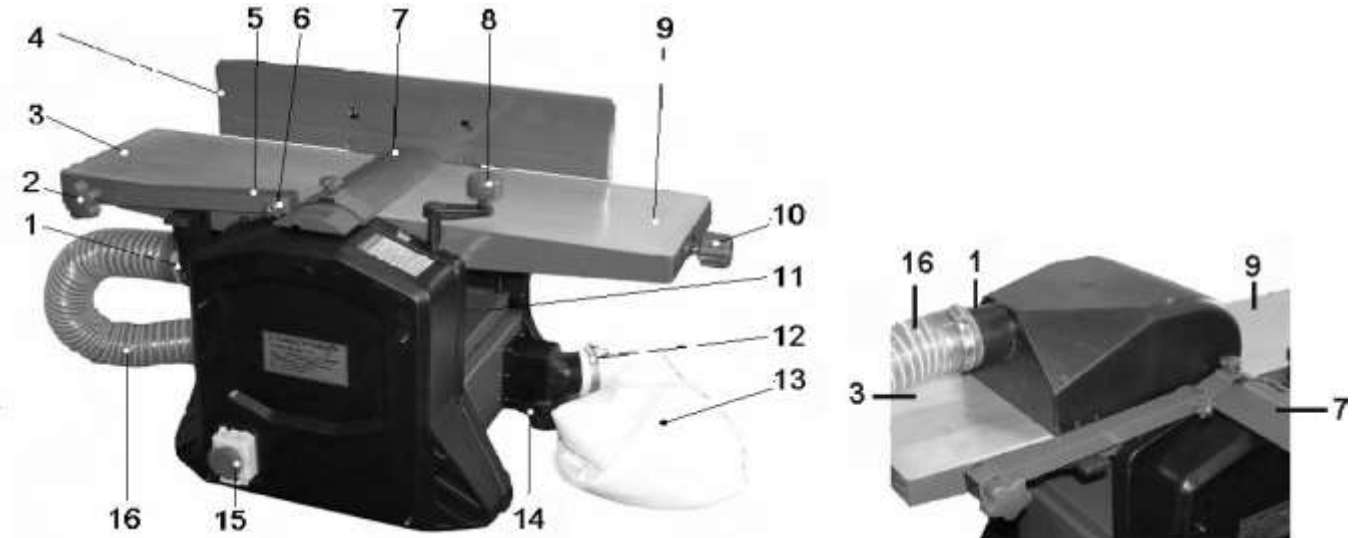
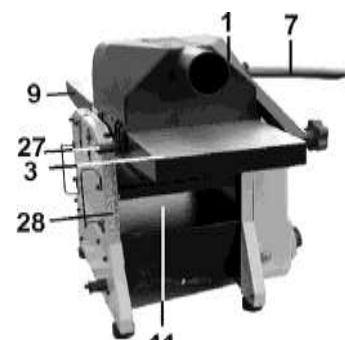

Рис. 2
Рис. 8
8.2. Для включения нажмите и сдвиньте вверх красную крышку (20) магнитного пускателя (15). Откройте крышку (19), нажмите на зелёную кнопку (17).
Примечание: Машина оснащена концевыми выключателями, поэтому электродвигатель включится только при условии, если установлен патрубок пылесборника (1), Рис. 2, 3.
8.3. Для выключения нажмите на красную кнопку (18). Для аварийного выключения нажмите на красную крышку (20).
9.1. Установка машины (Рис. 2)
9.2.1. Как показано на Рис.2, установите и закрепите направляющую планку (4), выкрутите два болта (24), через отверстия (23) регулирующего устройства (22) закрепите направляющую планку (4) на приёмном столе (3).
Демонтируйте направляющую планку (4), выполните пункт 9.2.1 в обратном порядке. Установите и зафиксируйте клипсами (27) в специальных гнездах на приёмном столе (3) пылесборник (1), Рис.3,8. Как показано на Рис.2, установите ручку (8) для перемещения рабочего стола (11), Рис.2,7.
Внимание: Ручка (8) не закрепляется, поэтому устанавливается на момент непосредственной регулировки высоты рабочего стола (11). Выполнение любых операций на машине производится со снятой ручкой (8), Рис. 2, 9,11.
9.2.4. При использовании встроенной системы отвода и сбора стружки и древесной пыли патрубком пылесборника (1) соедините гибким шлангом (16) с патрубком (36). Закрепите гибкий шланг (16) хомутами (см. комплектность). Для сбора стружки и древесной пыли на патрубке (35) установите и хомутом (12) закрепите пылесборный мешок (13), Рис. 2,3,9.
11.6. Переоборудуйте машину для выполнения строгания в размер по высоте (рейсмус) (см. пункт 9.2.3.). Ручкой (8), Рис.2, по шкале (28) установите рабочий стол (11), Рис.8, в положение, соответствующее максимально толстому участку заготовки, после чего установите глубину строгания.
11.7. Заготовку подавайте обработанной стороной вниз по поверхности рабочего стола (11) со стороны приёмного стола (3) до момента захвата заготовки протяжными роликами (автоматическая подача); по необходимости поддерживайте заготовку, не форсируя и не замедляя скорость прохождения заготовки, Рис.8.
13.1. Отсоедините вилку шнура питания машины от розетки электросети. Демонтируйте направляющую планку (4), переместите защитную планку (7), Рис.2, снимите патрубок пылесборника (1), Рис.3.